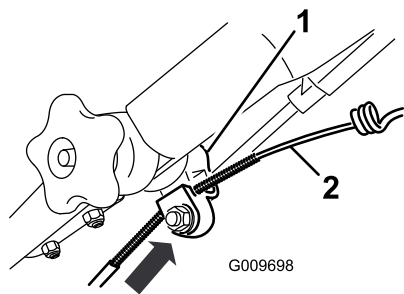

Рисунок 49
**Примечание:** Можно приставить линейку к верхней стороне черного кронштейна тросика и измерить, насколько перемещается верхний конец оболочки тросика (Рисунок 49).